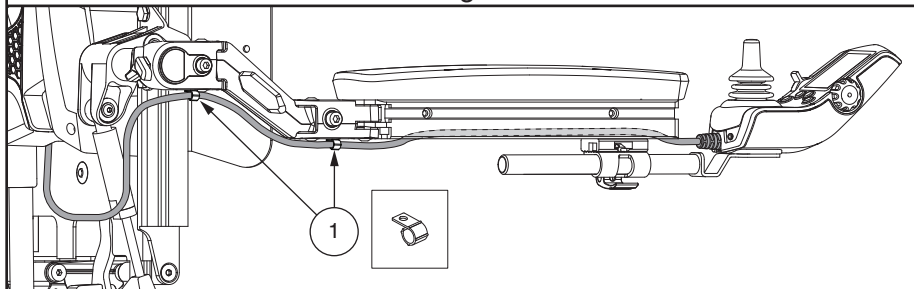

Figura 21. Indirizzamento del fascio di cavetti
6. Indirizzare il fascio di cavetti della centralina verso la zona posteriore della base dell'alimentazione elettrica e fissarlo con dei fermagli. **Vedi figura 21.**